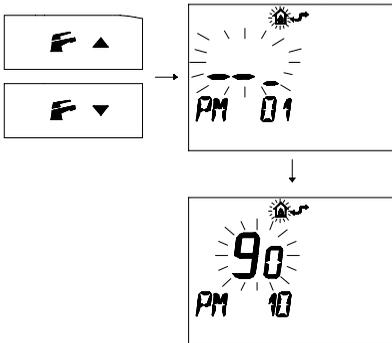

fig. 5.29
- 3 Premere i pulsanti  o  per visualizzare la programmazione "PM 10" selezione della frequenza di riaccensione (fig. 5.29)
Nella fig. 5.29 si visualizza un **SET** programmato di 90 corrispondente ad un tempo di riaccensione di 1 minuto e mezzo.